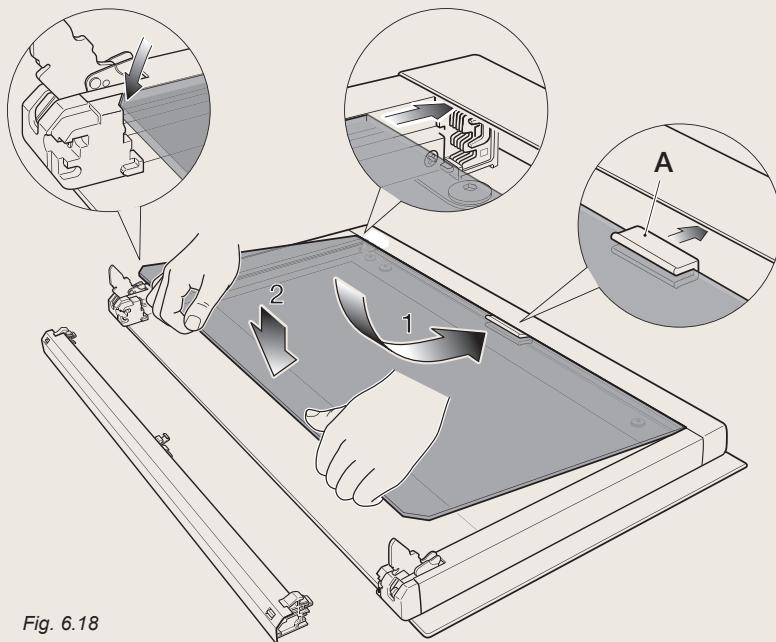

Fig. 6.18
- \* Vous vérifiez que le joint "A" est bien en place (fig. 6.18). Sinon, placer correctement le joint dans le bord supérieur de la vitre intérieure (en position centrale).
1. Insérer la vitre intérieure dans le niveau supérieur de rainures et appuyer légèrement (flèche 1 in figure 6.18).
2. Abaisser doucement la verre en place (flèche 2 in figure 6.18).